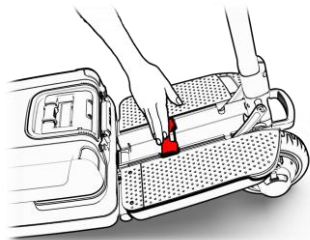

Figura 11
8. Coloque la manija en su lugar designado (vea la Figura 11).